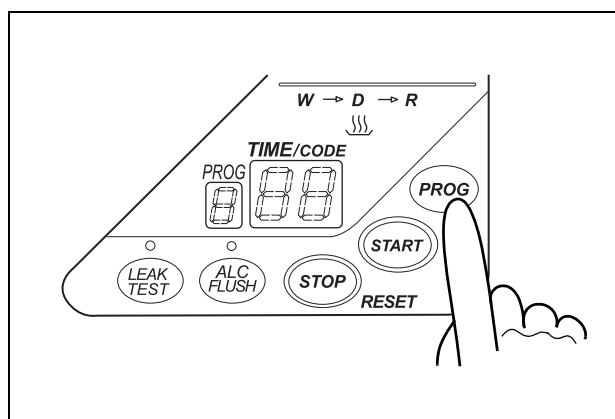

Рис. 7.37
3. Нажмите кнопку PROG на главной панели управления, чтобы выбрать программу с [1] до [3] (см. Рис. 7.37).